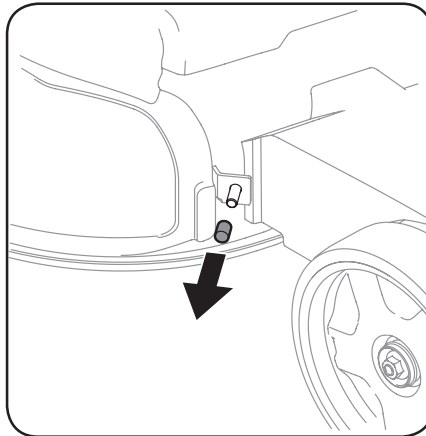

Figure 2-9
1. Retirez le capuchon en vinyle du goujon du plateau de coupe qui se trouve à l'avant de l'ouverture d'éjection. Voir Figure 2-9.